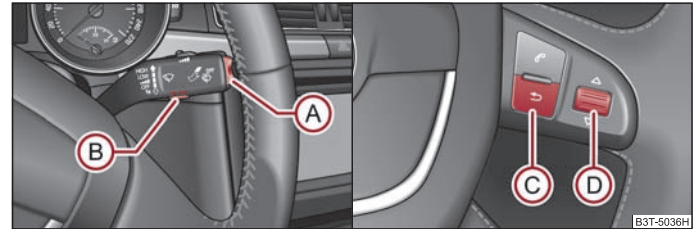

Abb. 20 Multifunktionsanzeige: Bedienelemente am Scheibenwischerhebel / Bedienelemente am Multifunktionslenkrad
- Das **MAIN MENU (HAUPTMENÜ)** aktivieren Sie durch Drücken der Wipptaste **(A)** ⇒ Abb. 20 länger als 1 Sekunde.
- Das **MAIN MENU (HAUPTMENÜ)** aktivieren Sie durch Drücken der Wipptaste **(C)** ⇒ Abb. 20 länger als 1 Sekunde.
- Wenn im Informationsdisplay Warnmeldungen angezeigt sind ⇒ Seite 24 ⇒ Seite 24, müssen Sie diese Meldungen mit der Taste **(B)** ⇒ Seite 23, Abb. 20 am Scheibenwischerhebel bzw. mit der Taste **(D)** ⇒ Seite 23, Abb. 20 am Multifunktionslenkrad bestätigen, um das Hauptmenü aufzurufen.